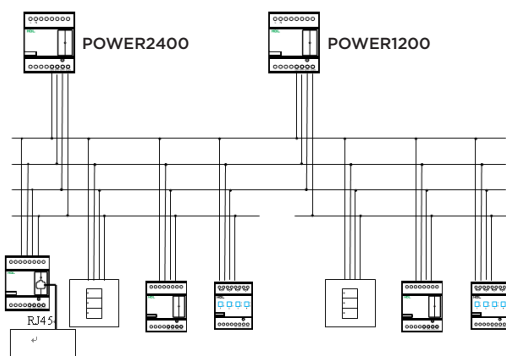

Figura 4. Ligação Elétrica - Mais de uma fonte
O **POWER2400** (Figura 1) é uma fonte de alimentação que serve para energizar módulos e keypads dentro do projeto de automação. Esse processo é realizado através da conversão da energia elétrica alternada para energia elétrica contínua. A tensão de saída é de 24V DC e a corrente total fornecida pelo módulo pode chegar até 2400mA. O módulo usualmente é utilizado em conjunto com o **BLOCK6**, outro módulo, para distribuir energia elétrica contínua dentro do circuito de automação de uma forma limpa, com segurança e organizada (Figura 4).
- **Grande quantidade de carga** - Quando duas ou mais fontes de alimentação forem necessárias, garanta a correta instalação dos circuitos conforme a Figura 4. É necessário cortar o circuito +24V DC de cada fonte de alimentação e separá-los, de forma que cada fonte forneça energia elétrica para suas respectivas cargas;